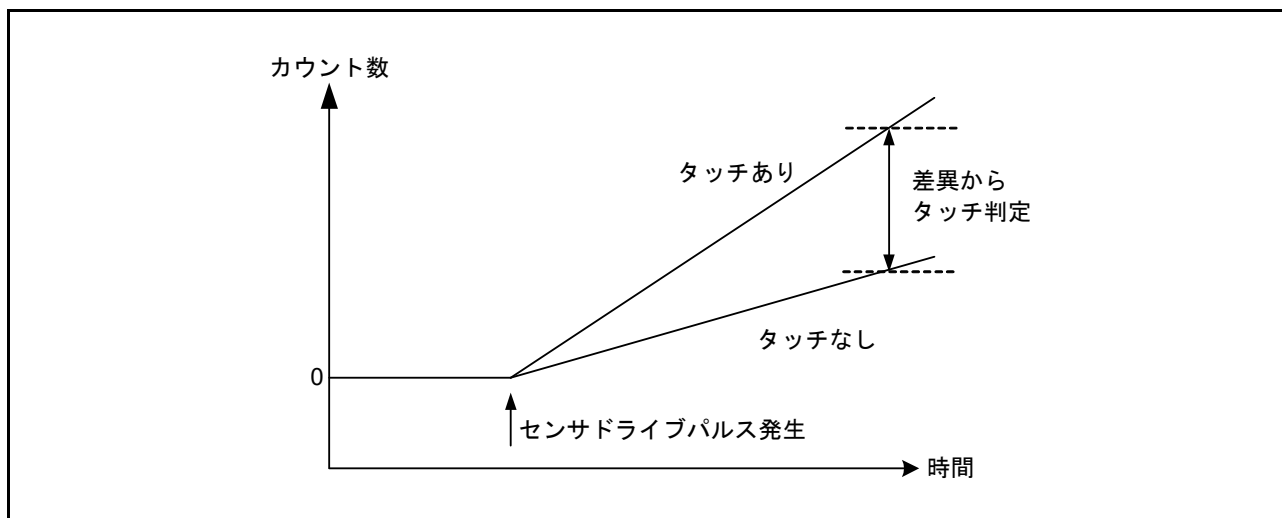

図 41.7 接触／非接触による計測値の変化
3. 手順 1. および 2. に示す電極の充放電を繰り返すことで、スイッチドキャパシタフィルタに電流が流れます。この時点で指が接近していれば、容量および流れる電流が変化します。TSCAP 電源を生成する回路からスイッチドキャパシタフィルタに流れる電流に比例した制御電流を ICO に供給することで、クロックを生成します。カウンタは、指が接近しているかどうかにより変化するクロック周波数を計測します。ソフトウェアは、カウンタから読み出した値に基づき指の接触を判断します (図 41.7)。